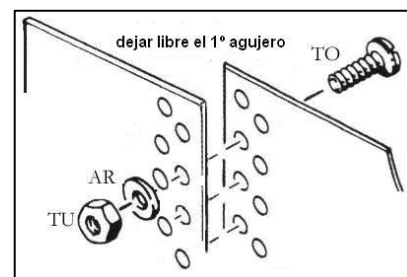

fig. 11
**Molto importante:** Collocare tutte le viti sulla fascia metallica de basso verso l'alto, lasciando l'ultimo buco libero. Stringere tutte le viti, utilizzando un cacciavite e una chiave della misura del dado. (fig. 11).